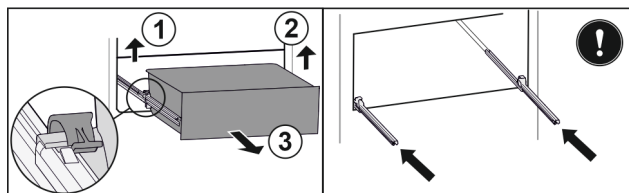

Fig. 168
- Podignite lijevu stezaljku i istovremeno izvucite ladicu lijevo prema naprijed. Fig. 168 (1)
- Podignite desnu stezaljku i istovremeno izvucite ladicu desno prema naprijed. Fig. 168 (2)
- Izvadite ladicu prema naprijed. Fig. 168 (3)